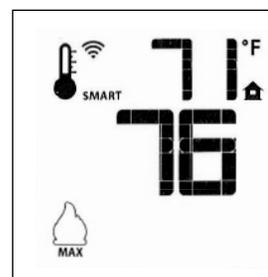

Figure 59. Mode «Smart»
- Pour activer cette fonction, appuyez sur la touche «Thermostat» jusqu'à ce que le mot «SMART» apparaisse à la droite de l'icône du thermomètre. Fig. 59.